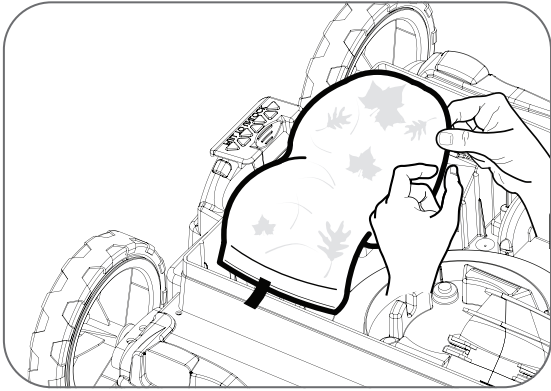

Figura 14. Libere la banda elástica alrededor de la bolsa
3. Tire suavemente de la banda elástica alrededor de los puertos de succión para liberar la bolsa del filtro (Figura 14).